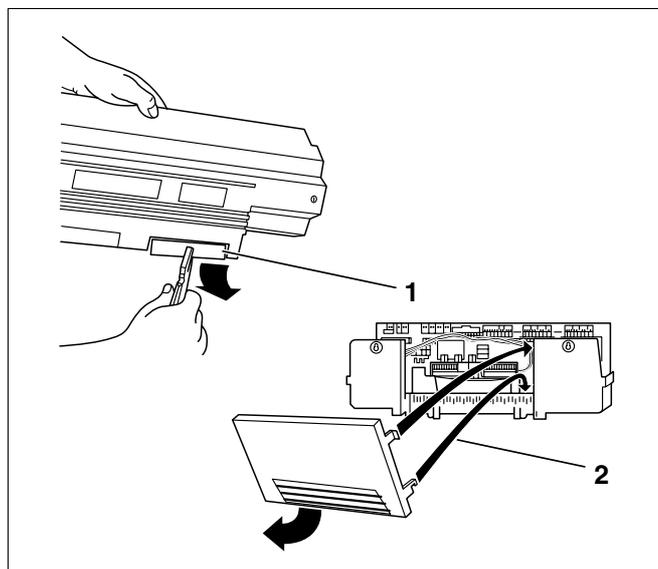

Рис. 61 Подготовка кабельного прохода
- При необходимости, выломать заглушки (рис. 61, **поз. 1**) в задней стенке кабельного прохода (Logamatic 33xx) или снять часть задней стенки (Logamatic 43xx) (рис. 61, **поз. 2**).
- Вставить нижние крюки задней стенки (Logamatic 43xx) в гнездо рамки и нажать на нее сверху до фиксирования боковых крюков (рис. 61, **поз. 2**).